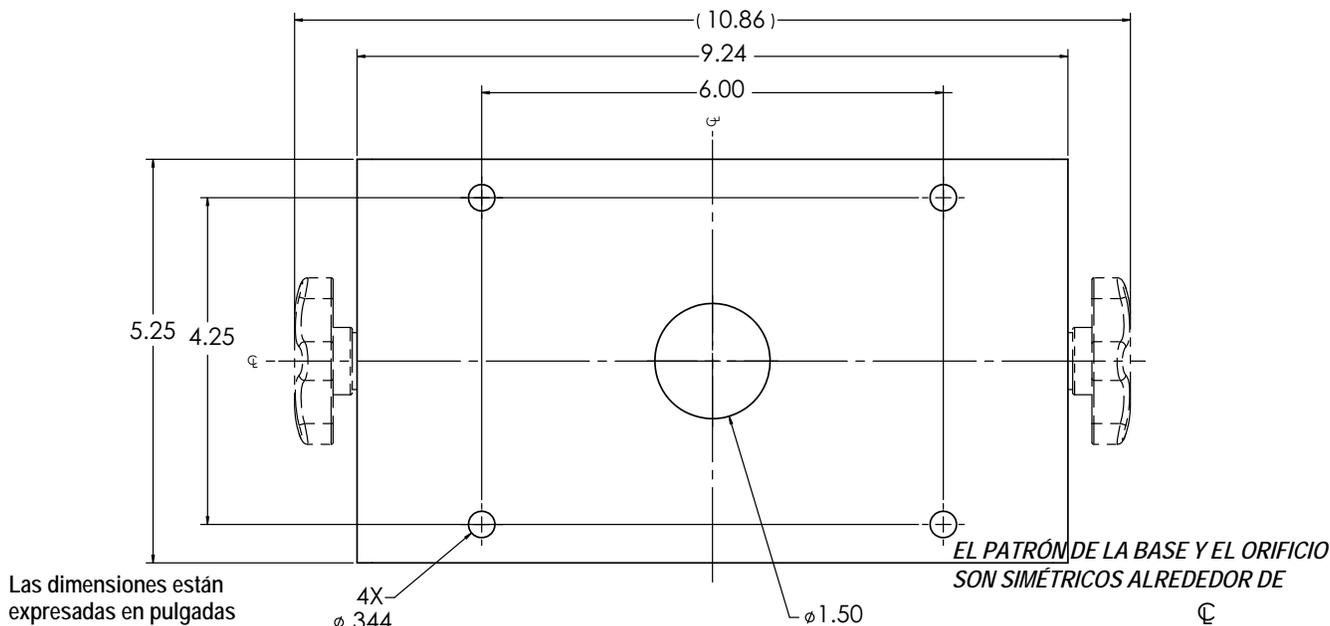

Imagen 2-5. Dimensiones del soporte de montaje en superficie universal
1. Utilice el soporte inclinable como plantilla para marcar la ubicación de los tornillos. Consulte la Figure 2-5 on page 25 para obtener información acerca de las dimensiones.
Esta ilustración no está hecha a escala. Se proporciona únicamente con fines ilustrativos. Utilice las dimensiones para marcar los orificios para el montaje universal o use la parte inferior del soporte inclinable como plantilla. No utilice la Imagen 2-5 como plantilla.